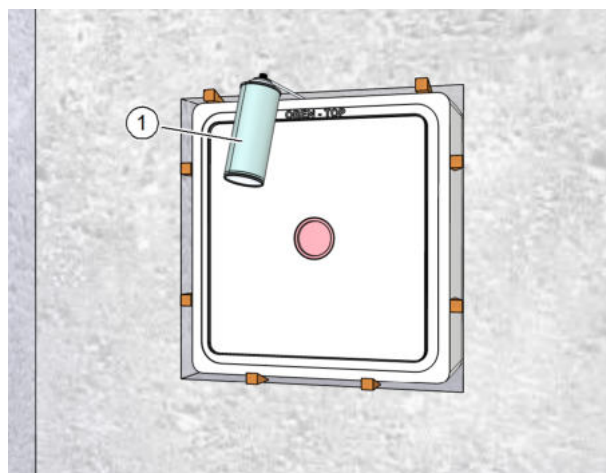

Abb. 14: Hohlräume um den Mauerkasten einschäumen
- ▶ Füllen Sie die Hohlräume zwischen Mauerkasten und Mauerdurchbruch umlaufend und durchgängig mit Montageschaum (Pos. 1 in Abb. 14) oder mit anderen geeigneten Verfüllmaterialien.